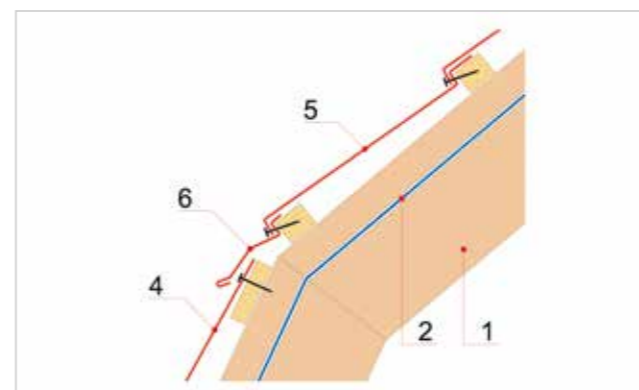

Рисунок 23
5.6.1 На внешнем изломе монтируются карнизные планки Aerodek, которые крепятся к брускам шаговой обрешетки, под верхнюю кровельную панель (Рисунок 23).